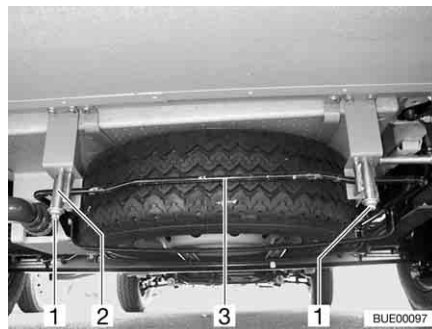

Fig. 256 Supporto per la ruota di scorta (cestino di alloggiamento)
- Allentare i dadi (Fig. 256,1) sul gancio destro e sinistro (Fig. 256,2) del supporto per la ruota di scorta.
- Premer leggermente la staffa (Fig. 256,3) verso l'alto. Contemporaneamente spingere il gancio verso il basso e sganciare la staffa.